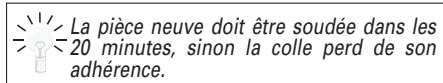

FIG. 23
- Souder la zone d'accostage du longeron sur le pourtour en cordon continu (Fig.23).